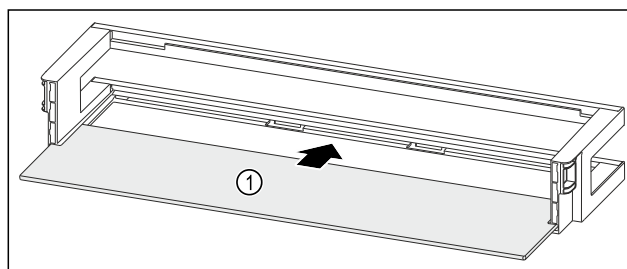

Fig. 225 Balconcino controporta con ripiano
- Inserire il ripiano Fig. 225 (1) negli incavi laterali.